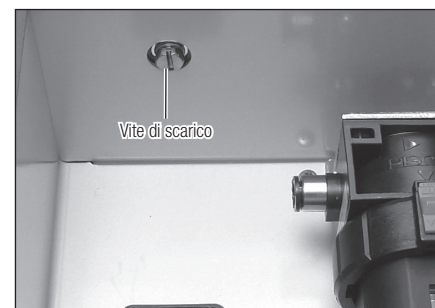

Fig. 3
- Prima di riempire con l'olio di manutenzione assicurarsi che la vite di scarico sul lato inferiore dell'unità sia ben stretta. L'olio potrebbe fuoriuscire se la vite è allentata (Fig. 3).